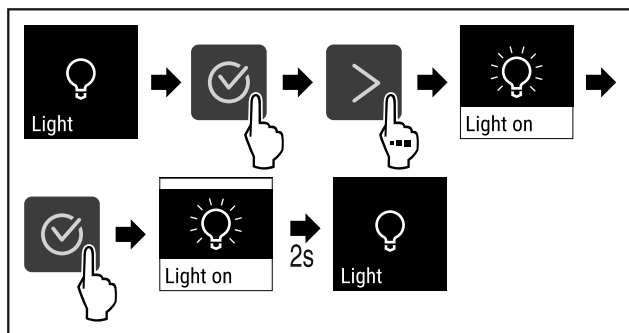

Fig. 86
- ▶ Выполните шаги действия (см. Fig. 86).